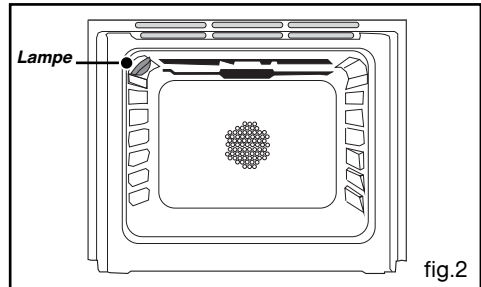

fig.2
#### • **Grille sécurité anti-basculement fig.2**
- Desserrez les vis du serre-câble (fig.2).
- Introduisez le câble d'alimentation par le côté du capot et dans le serre-câble situé à droite du bornier. (Reportez-vous au tableau de la page précédente pour le choix de la section du câble) (fig.2).
**A l'intérieur du four (fig. 2) :**